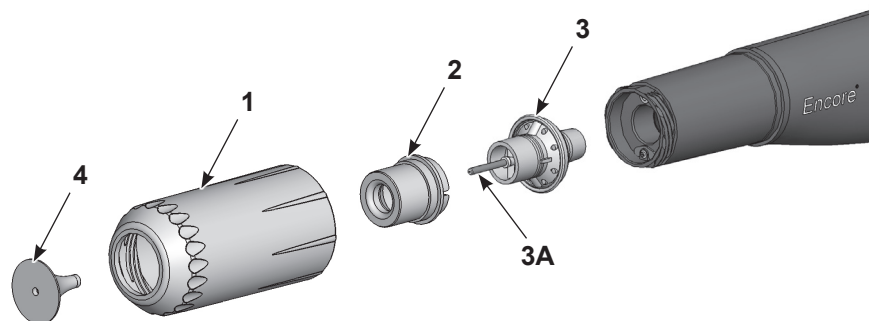

Figure 9 Remplacement des déflecteurs optionnels et des buses coniques
1. Voir la Figure 9. Pour remplacer le déflecteur (4), le retirer doucement du bloc-électrode (3). Si seul le déflecteur est remplacé, monter le déflecteur neuf sur le bloc-électrode en prenant garde de ne pas plier le fil de l'électrode.
2. Pour remplacer la totalité de la buse, dévisser l'écrou de buse (1) en sens inverse des aiguilles d'une montre.
3. Retirer la buse conique (2) du bloc-électrode.